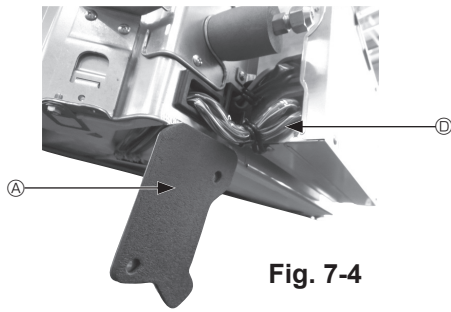

Fig. 7-4
- ① Retire los dos tornillos que sujetan la cubierta de alambre de la unidad principal, y luego abra la cubierta.
- ② Pase los cables del Sensor i-see y del receptor de señales por las entradas de cable de la caja de componentes eléctricos, tal como se muestra en el diagrama y alrededor de los casquillos del lado de la unidad principal. (Fig. 7-4)